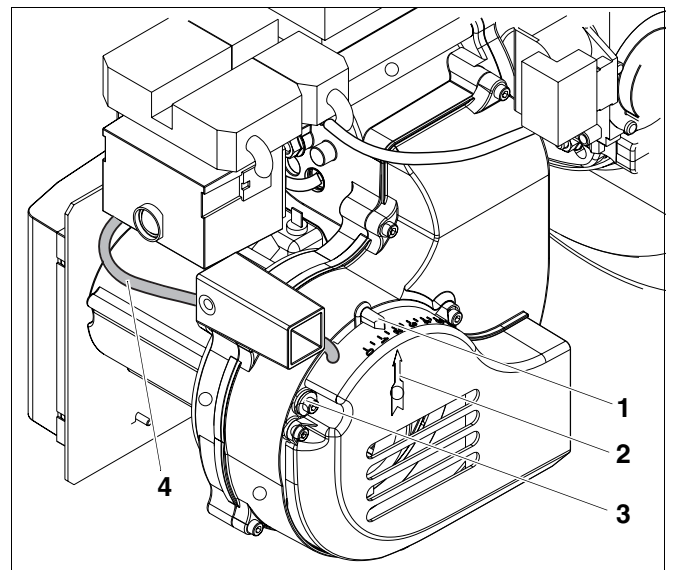

Abb. 24 ALF-Position prüfen
- ALF (Ansaugluftführung) Einstellung (Abb. 24, **Pos. 1**) prüfen, sie muss auf 1,5 stehen. Der Pfeil (Abb. 24, **Pos. 2**) gibt die richtige Position an.
- Achten Sie darauf, dass die Schraube (Abb. 24, **Pos. 3**) zur Fixierung der ALF (Abb. 24, **Pos. 1**) fest angezogen ist, da sich sonst die Einstellung der ALF verstellen kann.
- Steht die ALF nicht auf 1,5, Schraube (Abb. 24, **Pos. 3**) lösen und ALF auf den Wert 1,5 einstellen.
- Schraube (Abb. 24, **Pos. 3**) fest anziehen.
- Impulsleitung von der Gebläseradabdeckung (Abb. 24, **Pos. 4**) auf den Minusanschluss des Luftdruckwächters aufstecken.